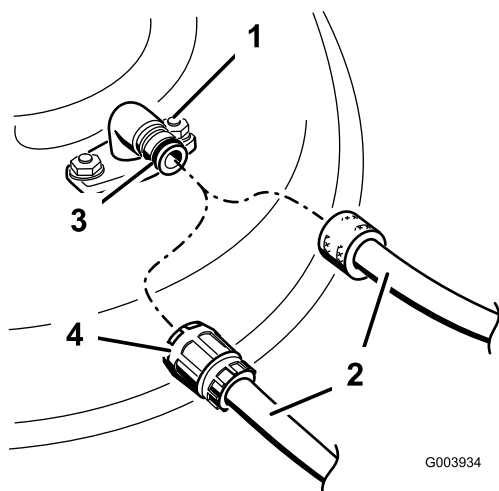

Figura 26
4. Montate il tubo flessibile sul raccordo di lavaggio e quindi aprite il rubinetto per erogare un getto forte (Figura 26).